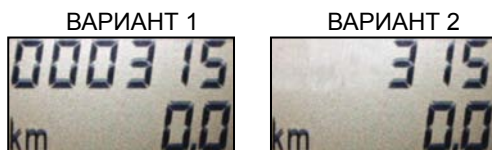

Рисунок 17. Варианты индикации пробега
**Предупреждение!** Владимирский завод «Автоприбор» выпускает комбинацию приборов 2115-3801010-01 с двумя вариантами прошивки. Визуально отличить комбинации можно только по незначашим нулям в окне индикации пробега (рисунок 17). **Пробег модифицируется только в первом варианте!**